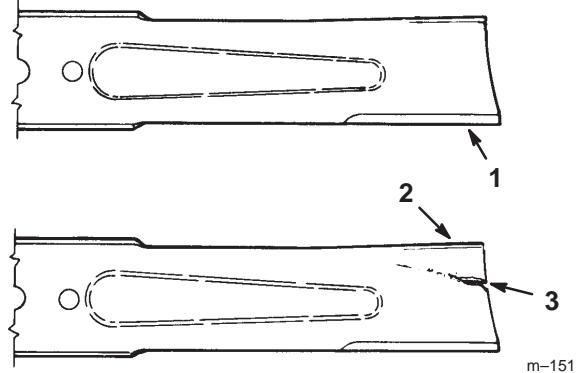

Figure 29
1. Inspectez les tranchants des lames (Fig. 29). Si les lames ne sont pas tranchantes ou si elles présentent des indentations, déposez-les et aiguisez-les (voir Aiguisage des lames, page 33).
2. Inspectez les lames, surtout la partie incurvée (Fig. 29). Remplacez immédiatement toute lame endommagée, usée ou qui présente une entaille (repère 3 de la Fig. 29).